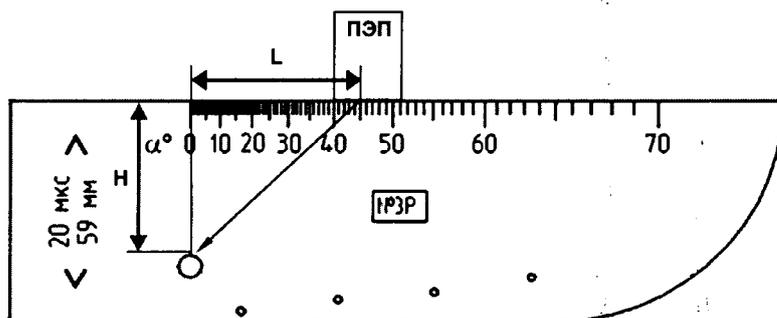

Рисунок 7. Определение координат дефекта при работе с наклонными ручными ПЭП
8.7.15 По данным из свидетельства о поверке на меру и, используя положение точки выхода луча ПЭП и значение угла ввода α (п. 8.7.11), вычислить номинальные значения Нном и Lном (рисунок 7):